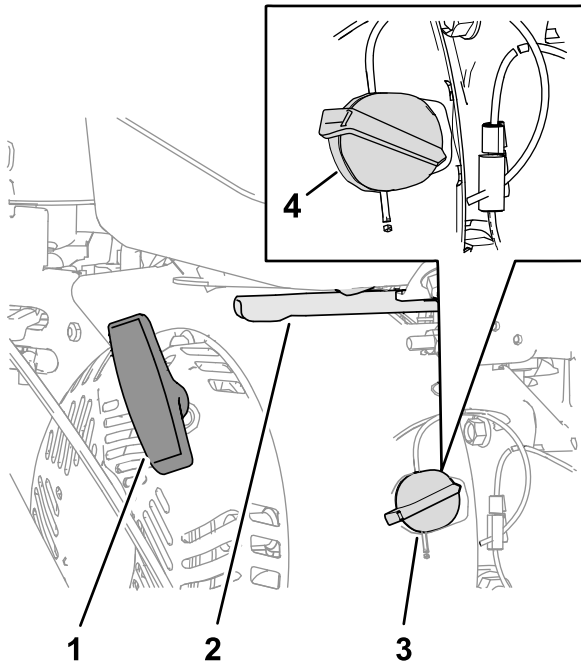

Bild 12
1. Drehen Sie den Ein/Aus-Schalter an der rechten Seite des Motors nach rechts in die EIN-Stellung (Bild 12).
3. Stellen Sie die Gasbedienungshebel hinten rechts am Motor zwischen die LANGSAM- und SCHNELL-Stellung (Bild 12).
4. Ziehen Sie langsam am Rücklaufstartergriff, bis Sie einen Widerstand spüren und halten Sie dann an (Bild 12).
2. Stellen Sie die Gasbedienungshebel zwischen die LANGSAM- und SCHNELL-Stellung (Bild 12).
3. Lassen Sie den Motor mindestens 15 Sekunden laufen und drehen dann den Ein/Aus-Schalter des Motors in die AUS-Stellung, um den Motor abzustellen (Bild 12).